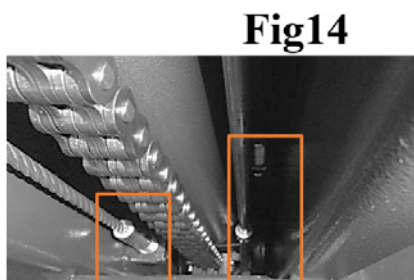
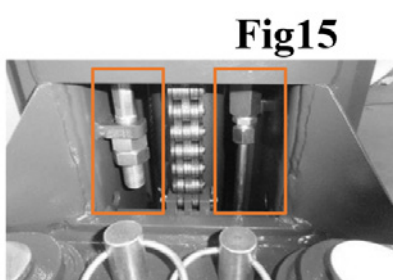

Fig14
Fig15
- Tilslut synkroniseringskablet til vognen på søjle P1 på det forreste beslag (se Fig15) ved at indsætte kabelendens gevindede del og spænde møtrikken og kontramøtrikken med låsemøtrikkerne i bunden og kablet vendende opad (Fig14).